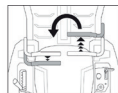

FIG.18B
3. TO ROTATE COUNTERCLOCKWISE, MOVE THE RIGHT DRIVE CONTROL LEVER FORWARD WHILE SIMULTANEOUSLY MOVING THE LEFT DRIVE CONTROL LEVER BACKWARD. (FIG.18B)